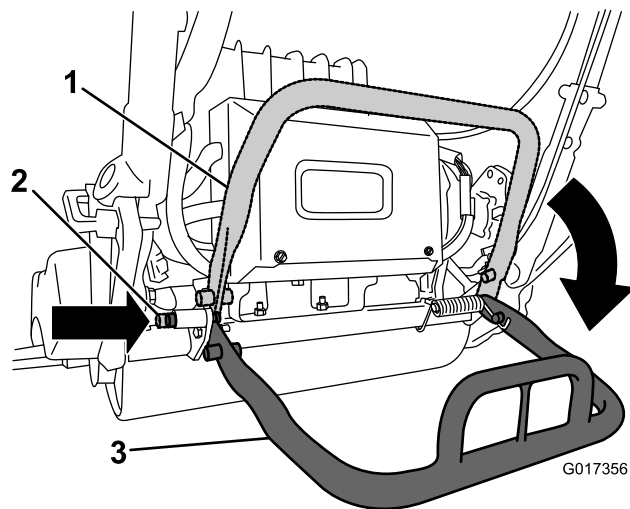

図4
2. キックスタンドを下げ、ロックピンを差し込んでキックスタンドを整備位置に固定する図4。